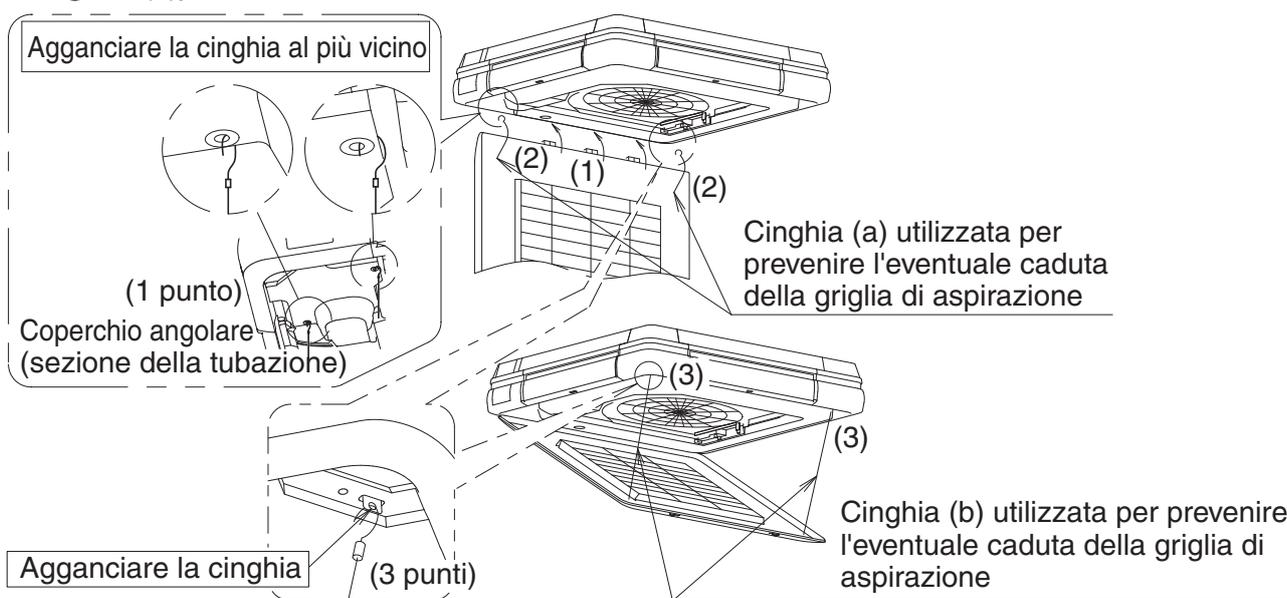

Fig. 49
- Dopo aver fissato la griglia di aspirazione in ordine inverso menzionato nella clausola “4. PREPARAZIONE PRIMA DELL’INSTALLAZIONE - (3)” (Fare riferimento alla Fig. 49-(1)), agganciare la cinghia (a) alla griglia di aspirazione per impedirne l’eventuale caduta (Fare riferimento alla Fig. 49-(2)).
- Agganciare la cinghia (b) per prevenire l’eventuale caduta della griglia di aspirazione. (Fare riferimento alla Fig. 49-(3))